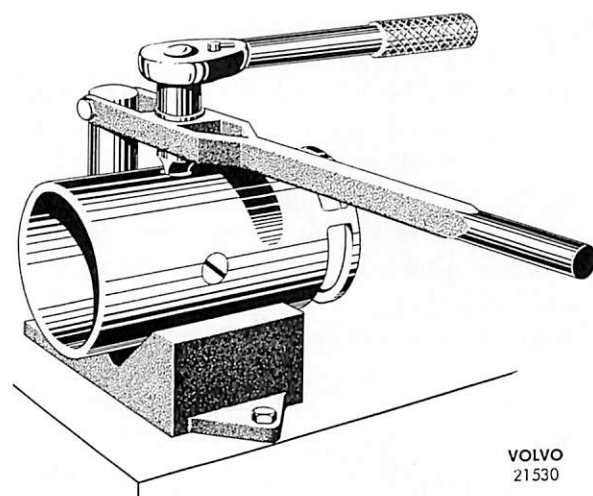

Bild 23. Demont. av fältlindning.
2. Placera generatorhuset i ett V-block enligt bild 23. Tryck nedåt samtidigt som mejseln vrides. Skruvarna sitta som regel ganska hårt. Se därför till att mejseln passar väl i spåret på skruven och har erforderlig bredd.